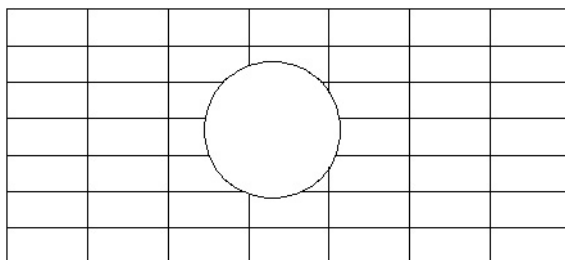

Рис. 10.17. В прямоугольнике появилось отверстие
6. Выберите окружность, то есть вычитаемый объект, и нажмите клавишу **Enter**. На этом создание отверстия завершено (рис. 10.17).